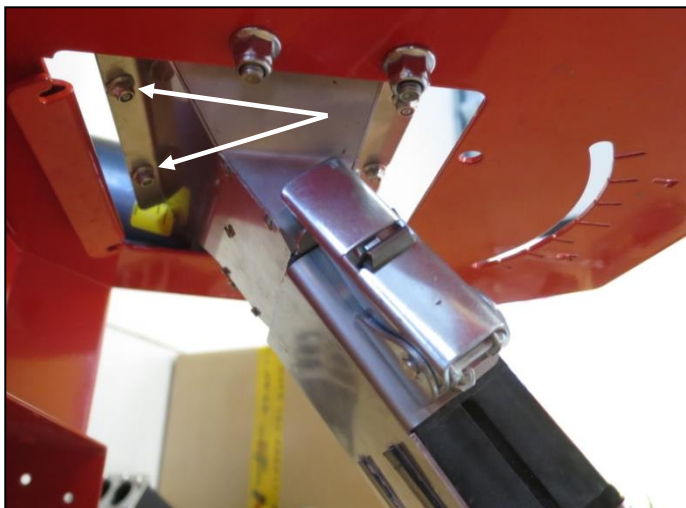
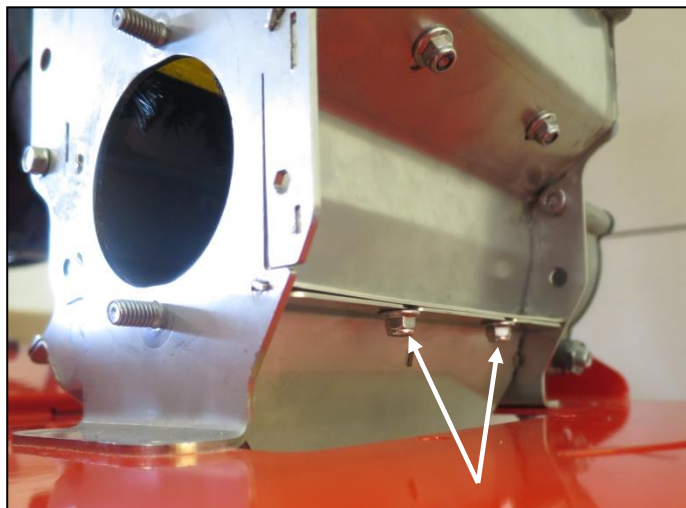
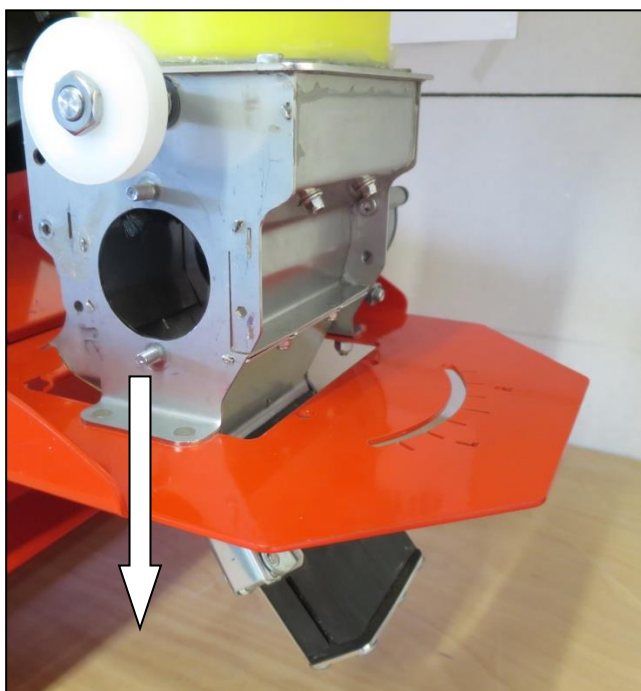

Abb.: 116
Abb.: 117
Abb.: 118
- Lösen Sie die Flanschnuttern an der Unterseite (Abb.: 116) bzw. an der Vorderseite (Abb.: 117) und nehmen Sie anschließend die Einheit mit dem Luftkanal und den Übergangsstücken, wie in Abb.: 118 gekennzeichnet, nach unten ab.